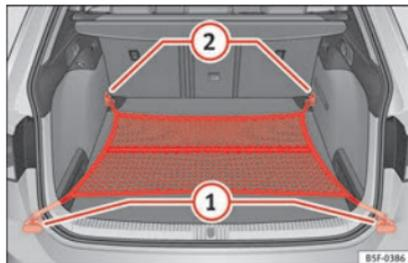

Fig. 177 Dans le coffre à bagages : sac pour filet accroché au niveau du plancher (modèle LEON ST).
- Selon le cas, relevez les œillets d'amarrage avant » fig. 177 ②.
- Fixez les crochets du filet aux œillets d'amarrage ② » ⚠. La fermeture à glissière du sac doit rester vers le haut.
- Fixez les crochets du filet aux œillets d'amarrage ①.